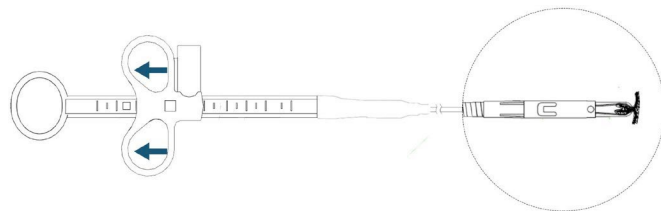

Figura 4
16.4.1. Para fechar a mandíbula do clipe na localização desejada, mova o controle deslizante proximamente (em direção a haste central) além do ponto de resistência tátil (figura 4). A posição do clip pode ser avaliada antes da sua aplicação final no local e o mesmo pode ser reaberto e reposicionado se necessário.